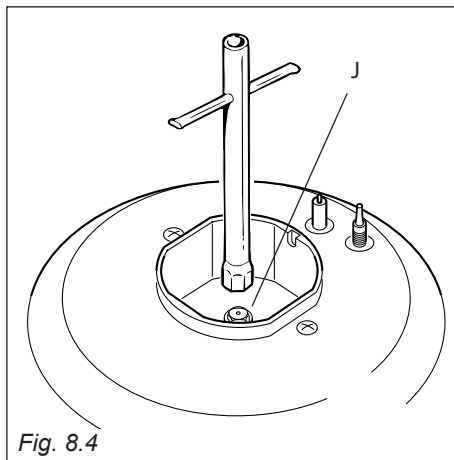

Fig. 8.4
- Con una chiave fissa sostituire gli ugelli "J" (fig. 8.4) con quelli idonei per il gas da utilizzare.